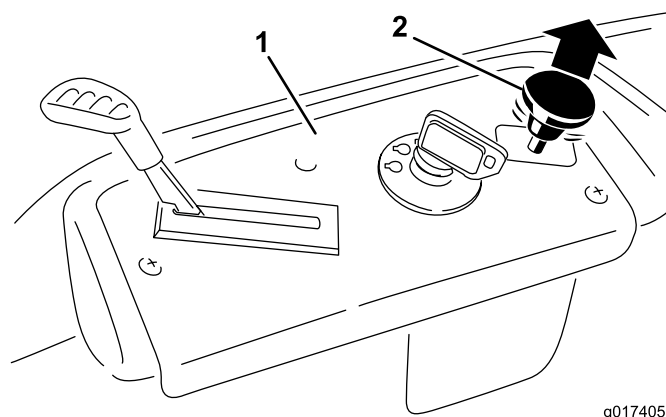

Figura 14
3. Puxe o interruptor de controlo da lâmina para o mover para posição On (ligado) e engatar as lâminas (Figura 14).